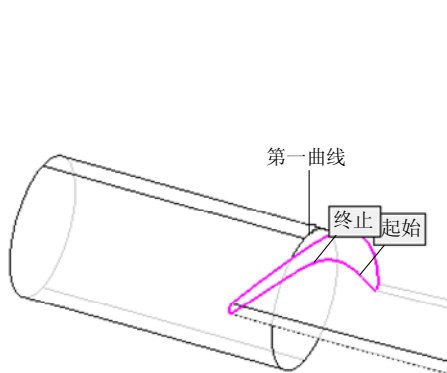
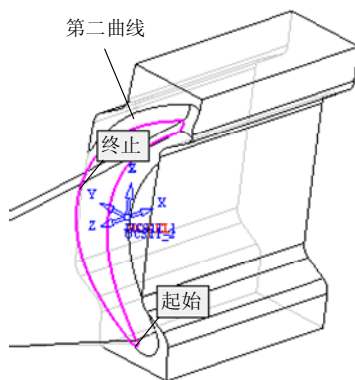

图 4-93 选择第一曲线 (2)
图 4-94 选择第二曲线 (2)
- 在“曲线编辑”框中单击“第一”按钮，选择如图 4-93 所示的曲线为第一曲线，然后单击鼠标中键确定；单击“第二”按钮，选择如图 4-94 所示的曲线为第二曲线，然后单击鼠标中键确定，返回“5X 航空铣控制面板”对话框。